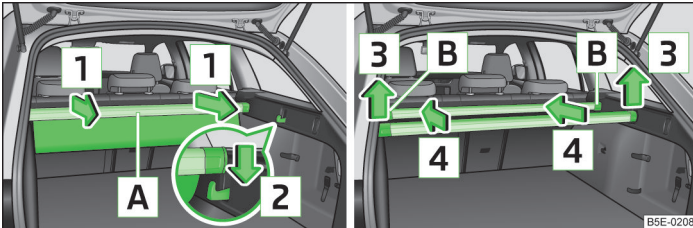

Abb. 93 Multifunktionsbox: herausziehen / einschieben
- Die hintere Leiste **A** » Abb. 93 mit beiden Händen fassen und die komplette Box in Pfeilrichtung **1** herausziehen.
- Die hintere Leiste von den Haken in Pfeilrichtung **3** » Abb. 93 abnehmen.